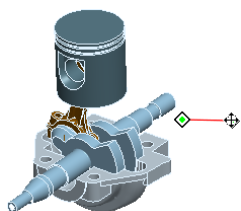

图 1-26 平移模型
- “平移” ：按住鼠标中键+【Shift】键+移动鼠标，如图 1-26 所示。